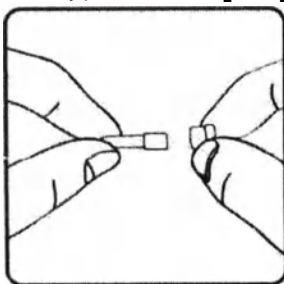

Рис.46.
4. Наденьте заглушку на разъем компонента введения (Рис.46)